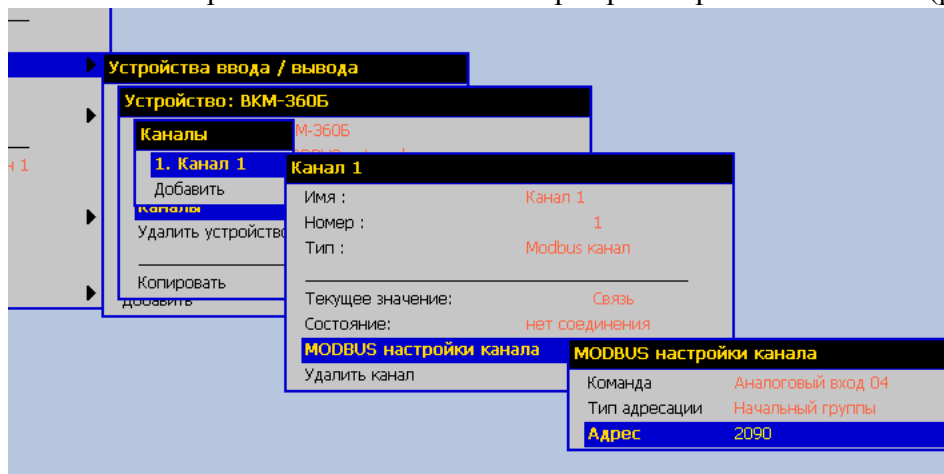

Рисунок 3 MODBUS настройки канала
7. Установите настройки канала согласно карте регистров на ВКМ-360 (рисунок 3)